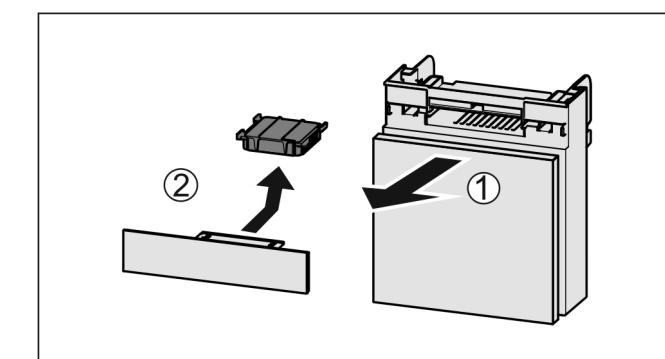

Fig. 137
- Zásuvku vytáhněte dopředu Fig. 137 (1).
- Filtr s aktivním uhlím vyjměte Fig. 137 (2).